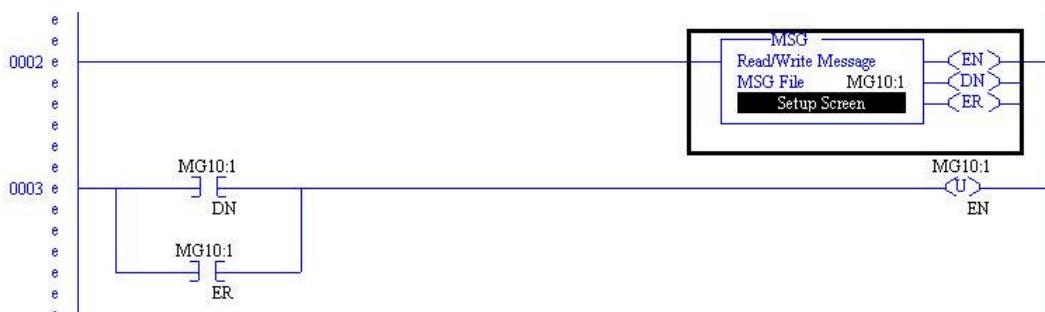

图 3-141 速度反馈逻辑程序
(15) 编写获取速度反馈程序部分，如图 3-141 所示。